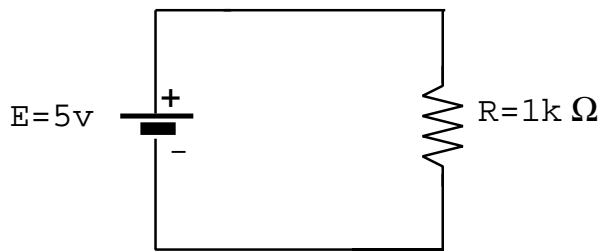
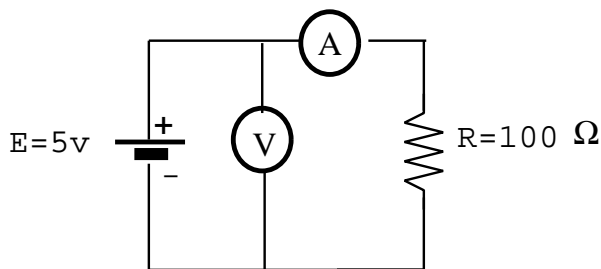

Figura A.5: medida de tensão e corrente
Figura A.6: medida de tensão e corrente.
**Exercício 1:** considere a montagem da figura A.5 onde a fonte de tensão é considerada ideal.
**Exercício 2:** considere agora a montagem da figura A.6.
- b) na figura A.6 (fonte de tensão ideal) considere que a fonte de tensão não é ideal mas sim formada por uma fonte ideal de 5 V em série com uma resistência interna de  $50 \Omega$ . Quais os novos valores medidos em V e A ?
- c) voltando à figura A.6 com a fonte de tensão ideal, considere que o amperímetro A não é ideal e tem uma resistência interna de  $5 \Omega$ . Quais os novos valores de tensão e corrente medidos em V e A ?
- realize a montagem da figura A.5. Fazendo variar o valor da tensão nominal da fonte entre 0 e 10 V, de um em um volt; medir a corrente e a tensão para cada valor utilizando a montagem dos aparelhos de medida exemplificada na figura A.61. Traçar a curva  $I = f(V)$ . A lei de Ohm é verificada? Porquê?